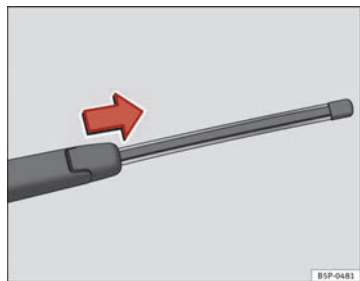

Fig. 130 Retrait du balai d'essuie-glace arrière
- Soulevez le bras de l'essuie-glace de la lunette arrière ⇒ fig. 130.
- Faites glisser l'adaptateur du balai dans le sens de la flèche et retirez le balai ⇒ fig. 130.